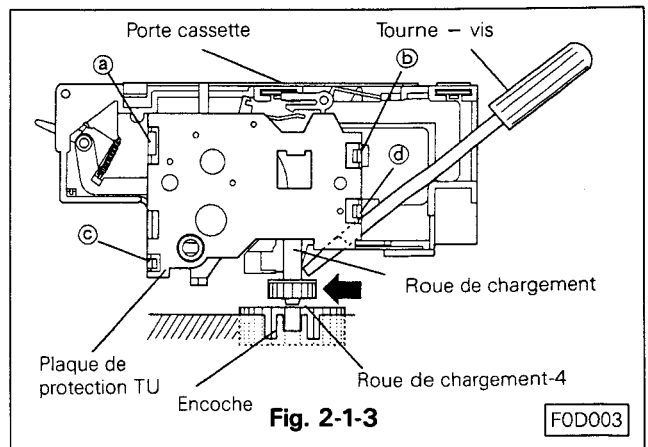

Fig. 2-1-3
- Lors de l'opération B, le pignon de chargement du porte cassette n'est en générale pas positionné dans son logement. Dans ce cas utiliser un tournevis adéquat. Voir Fig. 2-1-3. On peut aussi effectuer la mise en place du pignon de chargement en le tournant légèrement.
2-2-1 DÉMONTAGE (Voir Fig. 2-1-3 ~ 2-2)
- Défaire les quatre crochets (a), (b), (c) et (d) comme le montre la Fig. 2-1-3 puis démonter la plaque de protection TU.
2-2-2 REMONTAGE (Voir Fig. 2-1-3 ~ 2-2)
- Positionner la plaque de protection TU sur le porte cassette puis la fixer à l'aide des quatre crochets (a), (b), (c) et (d) comme le montre la Fig. 2-1-3.